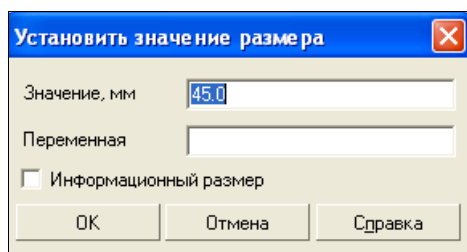

Рис. 26.8. Диалоговое окно Установить значение размера
- ♦ нажмите кнопку **Установить значение размера**. Ловушкой щелкните по размеру большой окружности. Система выведет на экран диалоговое окно **Установить значение размера** (рис. 26.8). В окне **Значение, мм**, если